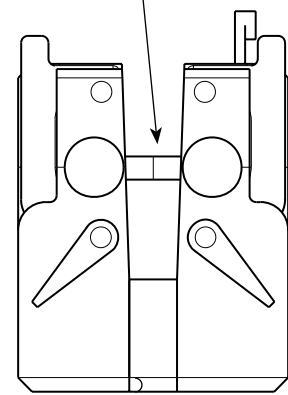

Рисунок 24. Выравнивание фитингов Micro-Fit
7. Выровняйте оба фитинга Micro-Fit, регулируя ослабленную боковую пластину. См. рисунок 24.